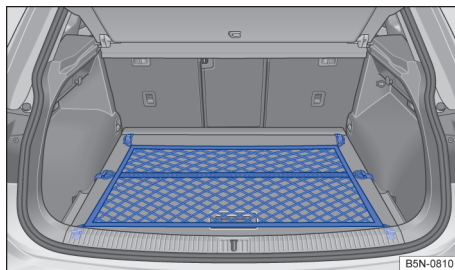

Fig. 187 No compartimento de bagagem: rede para bagagem presa de forma plana.
- Prender os ganchos da rede para bagagem nos olhais de amarração → Fig. 187 → ⚠. O zíper da rede para bagagem deve estar voltado para cima.
- Encaixar os ganchos dianteiros na extremidade da rede para bagagem nos olhais de amarração abaixo do canto do compartimento de bagagem → Fig. 187.